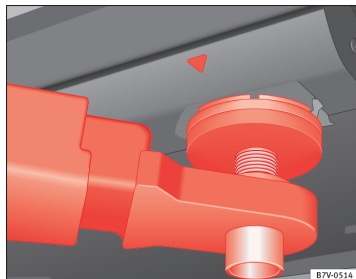
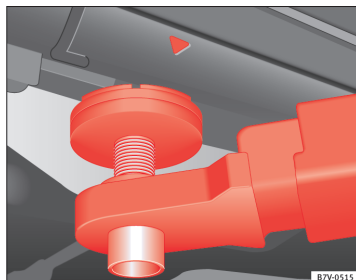

Fig. 162 Løftepunkter
Fig. 163 Løftepunkter
Bilen må kun løftes på de punkter, der er vist på billederne ⇒ Fig. 162 og ⇒ Fig. 163. Hvis du ikke løfter bilen på de viste steder, kan det forårsage skader på bilen ⇒ ⚠ og alvorlige kvæstelser ⇒ ⚠.
- Løft kun bilen på de punkter, der er vist på billederne ⇒ Fig. 162 og ⇒ Fig. 163. Hvis bilen ikke løftes på de viste løftepunkter, kan bilen falde ned fra liften, fx når motoren eller gearkassen afmonteres.